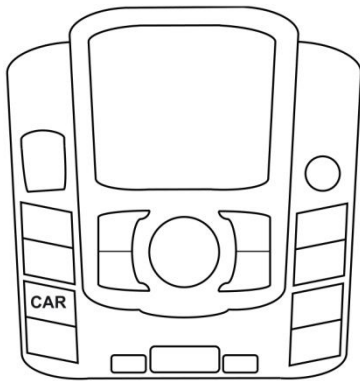
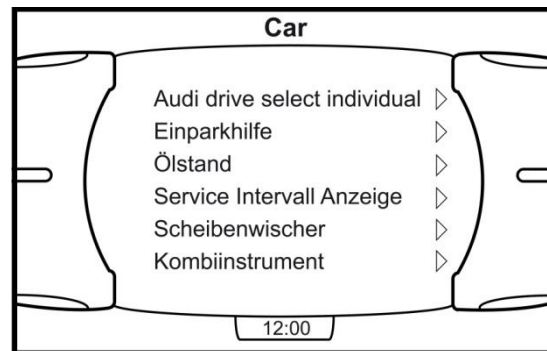

Abb. 15
Abb. 16
4. Betätigen Sie die **CAR** Taste (Abb. 15). Abbildung 16 erscheint im Display